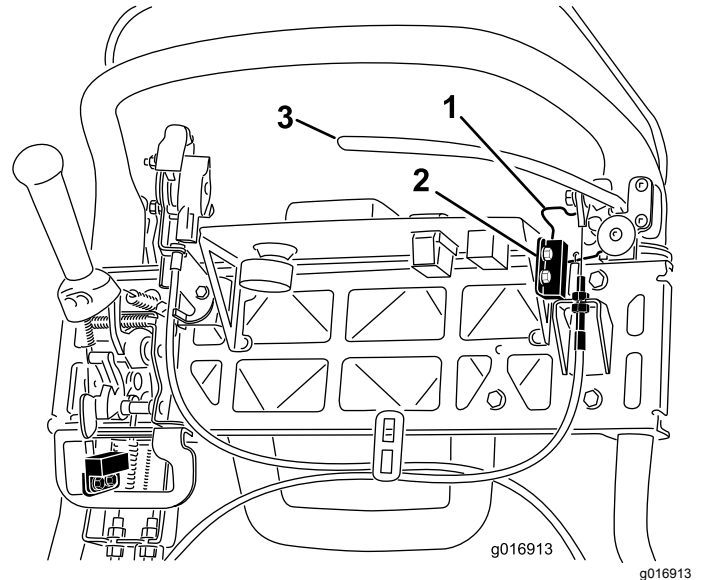

Bild 42
4. Lockern und entfernen Sie die Befestigungen des Sicherheitsschalters (Bild 42).
5. Legen Sie eine 1,6 mm dicke Beilagscheibe zwischen den Feststellbremsriegel und den Sicherheitsschalter (Bild 42).